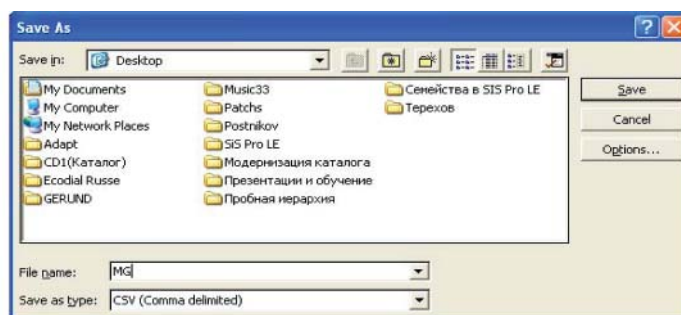

Рис. 84
4) Сохраняем полученный файл в формате .CSV (рис. 84).